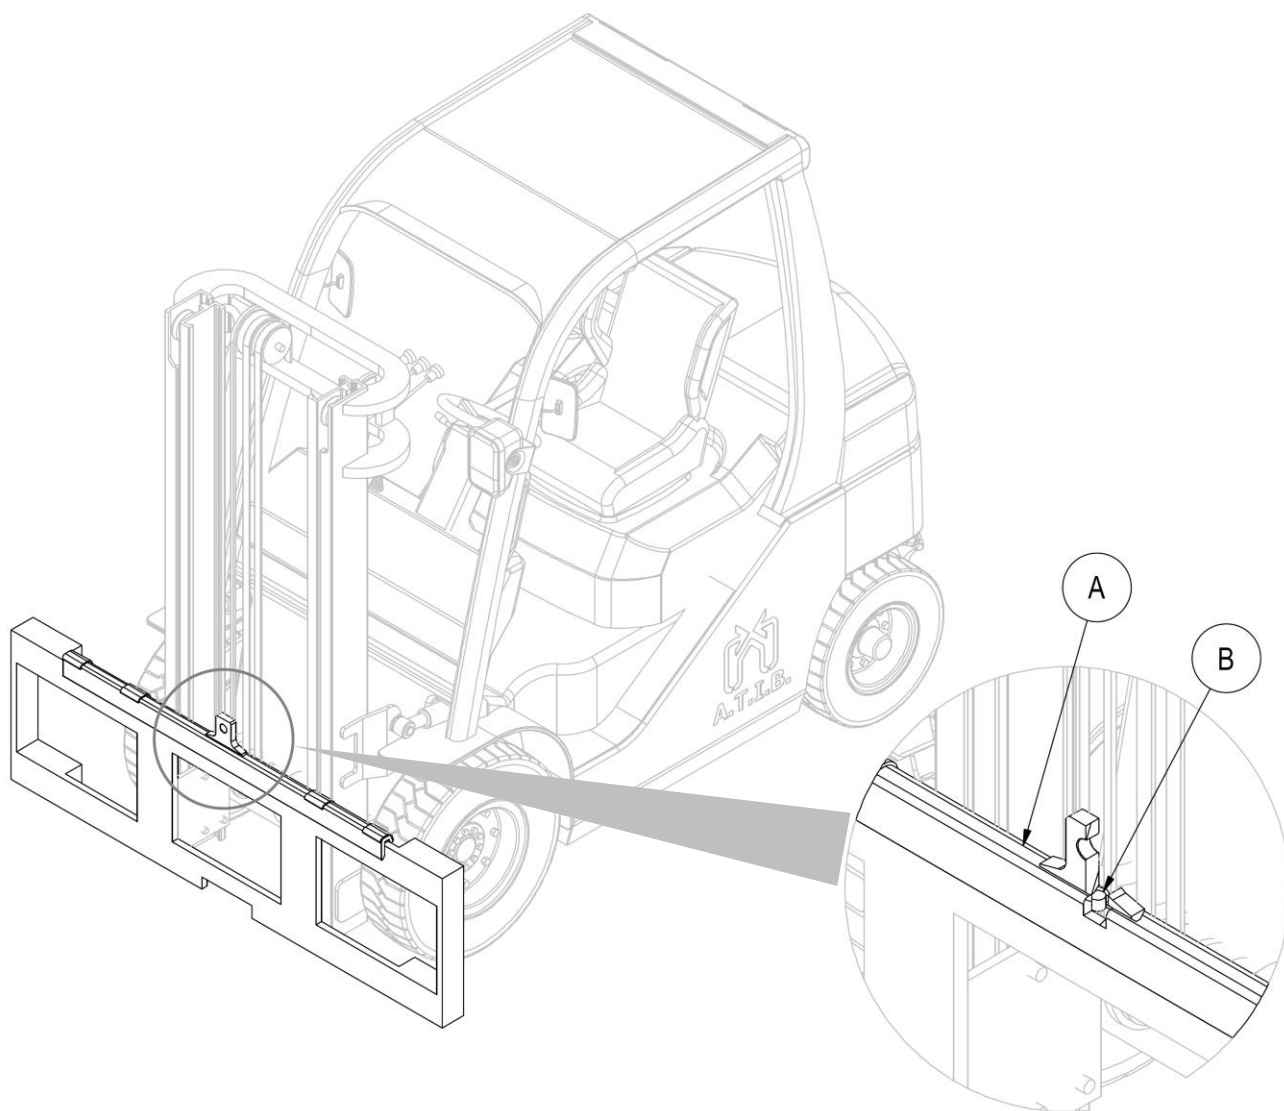

Figura 6
5. Tomar manualmente el doble gancho **A** (con el correspondiente cilindro) y posicionarlo sobre el perfil superior de la placa porta horquillas, cuidando de encajar el pivote de centrado **B** en la muesca central del mismo (mira *Figura 6*).